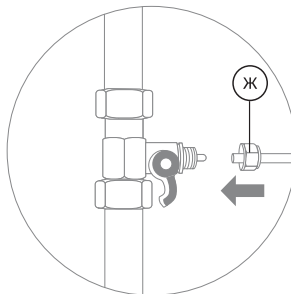
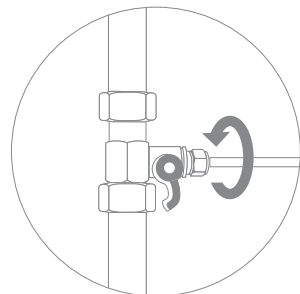

Рис. 8
Рис. 9
2. В гайку (Ж) проденьте зеленую трубку (рис. 8). Конец трубки наденьте на штуцер адаптера-вентиля до упора и плотно накрутите гайку (рис. 9).